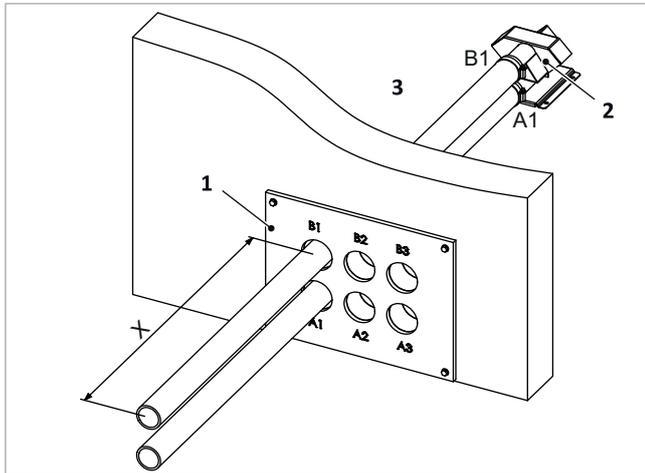

Abb. 35: Schlauch außerhalb des Lagerraums ablängen
2. Schlauch durch Brandschott bei Öffnung „A1“ durchstecken und im Lagerraum bis zur 1. Sonde sauber verlegen (minimaler Biegeradius 30 cm), siehe  $\rightarrow$  Abb. 35.